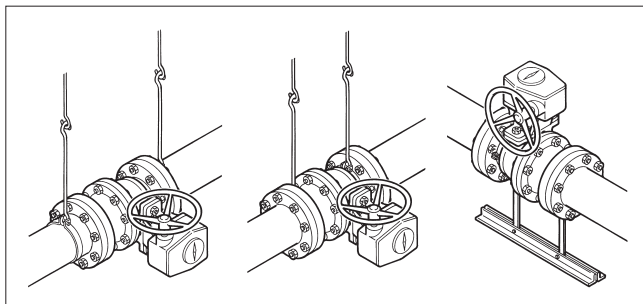

Fig. 13 Manières correctes de supporter la vanne
Au besoin, la vanne peut être calorifugée. Le chemisage ne doit pas dépasser le niveau supérieur du corps de la vanne. Cf. figure 13.
- Engagez les nouveaux joints annulaires (69) sur l'axe (5), jusqu'au fond de leur logement. Le fouloir (9) pourra être utilisé pour les introduire dans leur logement. Référez-vous à la figure 13 et 14 pour l'orientation correcte.